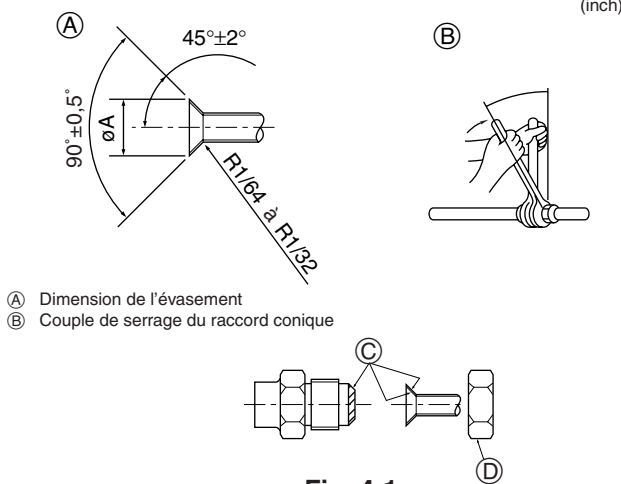

Fig. 4-1
### 4.2. Connexion des tuyaux (Fig. 4-1)
(A) (Fig. 4-1)
(B) (Fig. 4-1)